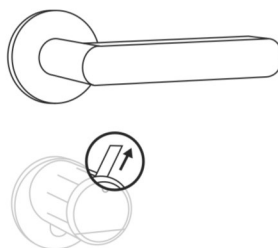

Abb. 7
- ⑦ Sofern noch nicht geschehen, entfernen Sie den Batterieschutzstreifen aus dem Batteriefach am Innenknauf (Abb. 7).